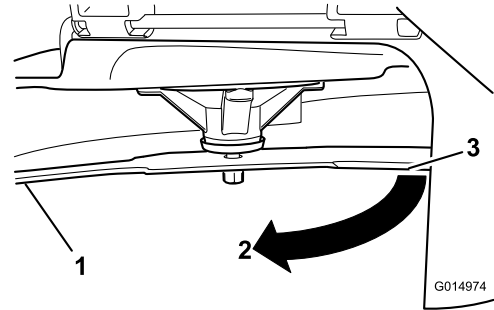

**Figura 85**
2. Llevando guantes fuertemente acolchados u otro tipo de protección apropiada para las manos, gire la cuchilla lentamente hasta una posición que permita medir la distancia entre el filo de corte y la superficie nivelada en la que descansa la máquina (**Figura 85**).